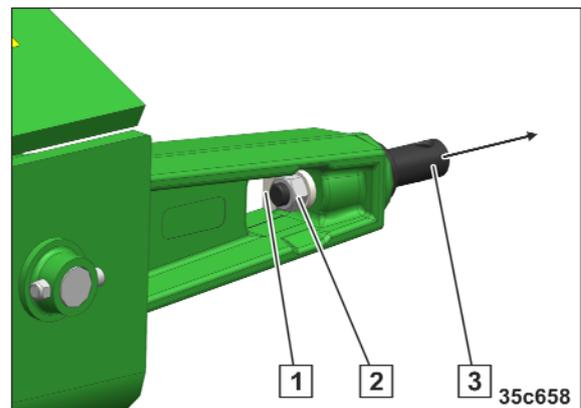

Рис. 107
1. Ослабьте и снимите гайку (Рис. 107/2).
2. Снимите стопорную шайбу (Рис. 107/1).
3. Снимите цапфу нижней тяги (Рис. 107/3).